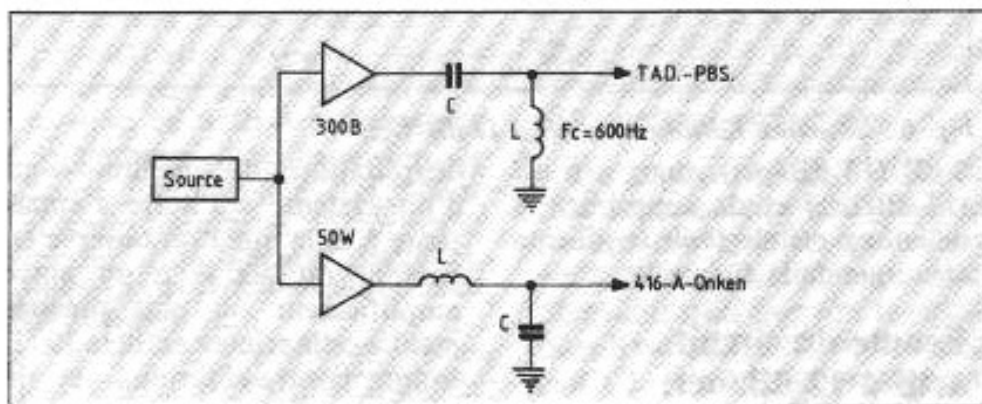

Fig. 3 : Bi-amplification en filtrage passif.
Plus précisément, il s'agit d'associer le 300 B dans l'aigu - et le 50 W dans le grave - à une structure passive de filtrage par self et capacité à 12 dB/oct. insérée entre les amplificateurs et leurs transducteurs respectifs selon le schéma de la figure 3.
• **L'écoute en bi-amplification et filtrage passif** du nouveau système (fig. 3) surprend immédiatement par la supériorité de la transcription sonore sous tous ses aspects, transparence, dynamique, cohérence. Comme on pouvait le pressentir, cette disposition a permis d'associer les avantages des deux configurations de filtrage (actif-passif). Une légère ombre au tableau cependant : le grave semble légèrement en retrait par rapport à celui obtenu précédemment ce qui peut être dû soit à la grande qualité de l'aigu du nouveau système soit à une autre cause non encore définie (facteur d'amortissement par exemple) à ce stade.